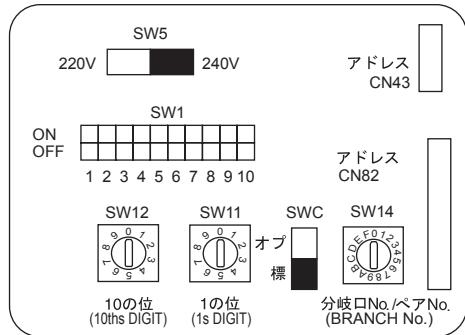

Fig. 7-4
7.5. De aansluitadressen instellen (Fig. 7-4)
7.6. De kamertemperatuur oppikken met de ingebouwde sensor in een afstandsbediening (Fig. 7-4)